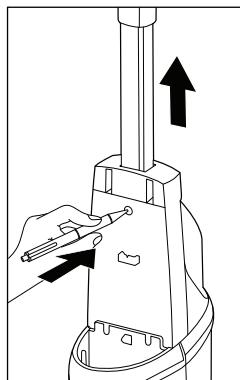

Fig. 2
- Hvis du vil fjerne motordelen 1 fra produktet igen, skal du først tage brugsvandsbeholderen 11 ud af produktet for at få adgang til motordelens 1 snaplås (se kapitlet **Opfyldning af brugsvandsbeholderen**). Når du har fjernet brugsvandsbeholderen 11, skal du trykke motordelens 1 snaplås ud af åbningen med en spids genstand. Derefter kan du tage motordelen 1 ud af produktet igen (se fig. 2).